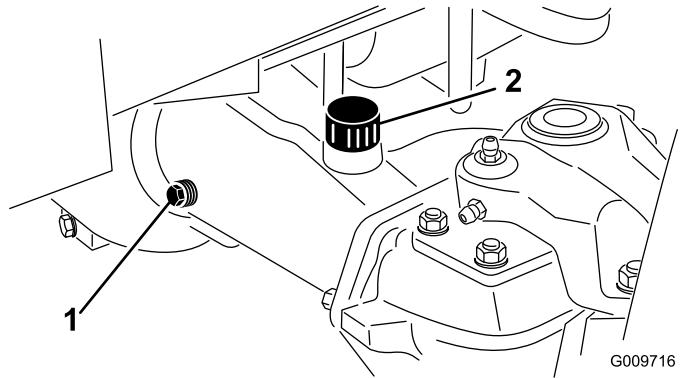

Bild 69
2. Entfernen Sie eine Prüfschraube aus einem Ende der Achse (Bild 69) und stellen sicher, dass das Öl die Unterseite des Lochs erreicht. Entfernen Sie bei niedrigem Ölstand die Füllschraube (Bild 69) und füllen genug Öl ein, um den Stand bis an die Unterseite der Prüfschraubenöffnungen anzuheben.